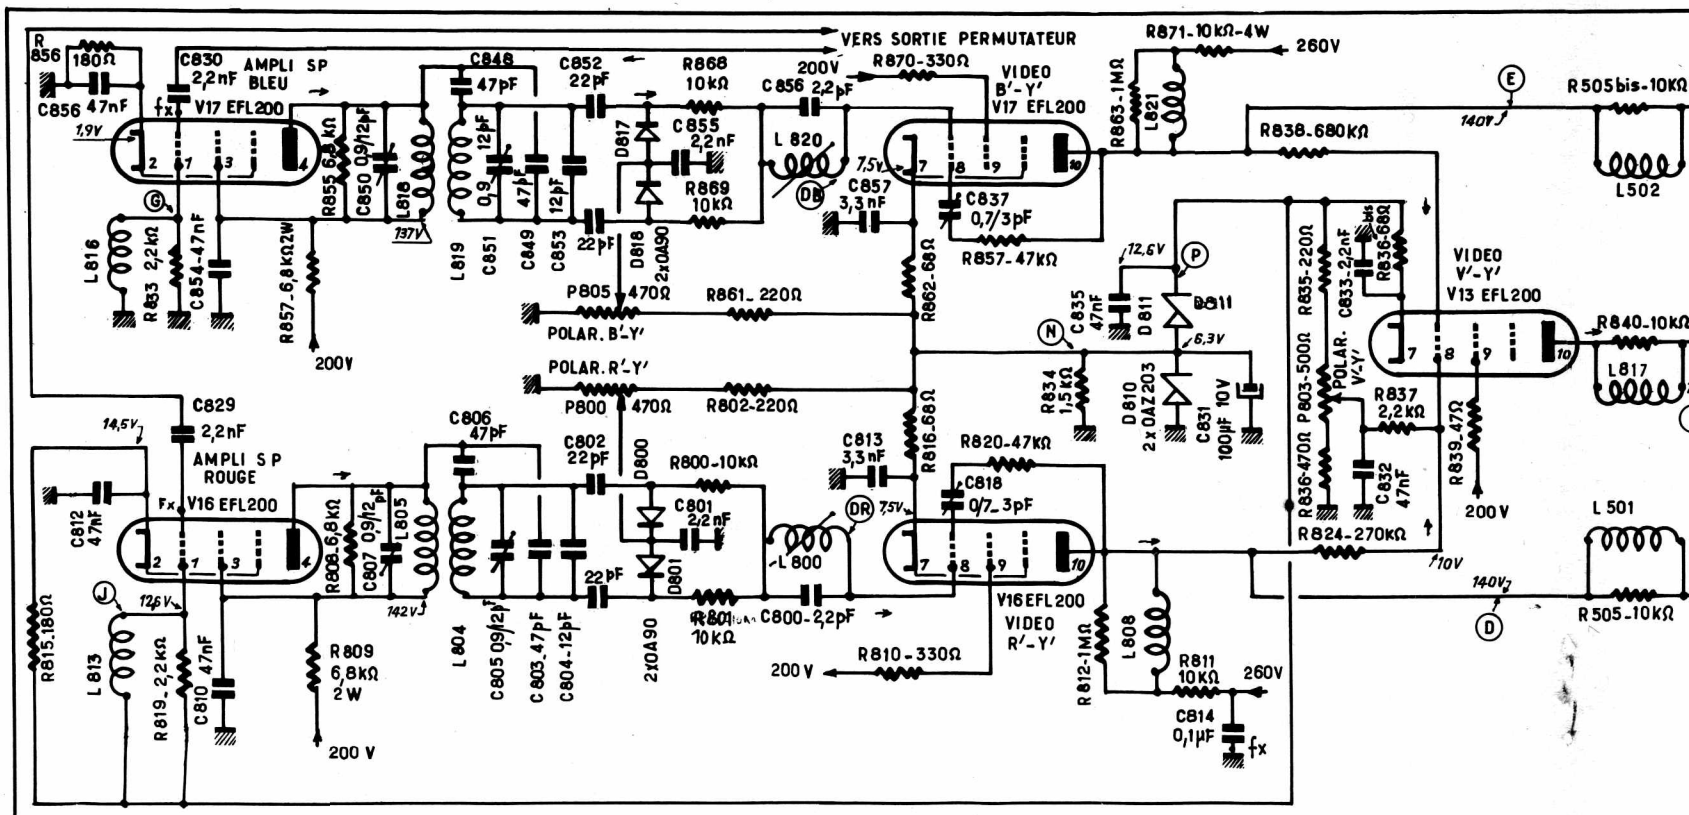

FIG. 16
7-1 : Observer les signaux aux points VR et VD. Ces points sont les entrées, « retardée » et « actuelle » (ou directe) du permutateur. On peut retrouver ces points sur la figure 16. VD est relié à la diode D 805 et VR à la diode D 802.
Il s'agit des diodes D 802 et D 803 (voir figure 16). On vérifie des diodes en mesurant leur résistance directe et leur résistance inverse, la première doit être très
Comme le signal retardé existe, on peut être assuré que les bobines mentionnées, du circuit de sortie de V12, sont bonnes, donc il ne reste qu'à vérifier le condensateur de 100 µF (C 821) et éventuellement, la résistance de 220 ohms. Ensuite, (voir figure 16) on reviendra à l'examen du permutateur et on examinera les deux diodes reliées au point d'entrée du signal direct, le point VD, ces diodes étant D 805 et D 804. On les examinera de la même manière que celle indiquée plus haut au sujet des diodes D 802 et D 803.
Ceci est dû à un niveau du signal VF différence R-Y incorrect. On pourra corriger ce niveau en réglant P 809, qui se trouve dans le circuit limiteur disposé à la sortie du permutateur (voir figure 16). On vérifiera ensuite le signal, au point D, qui est la plaque de la lampe VF chrominance de la voie rouge (voir figure 18). Vérifier ensuite le signal au point DR, qui est la grille de cette même lampe V16 (L) et que l'on peut repérer sur la même figure 18.
14-5 et 14-6 : Si aucun signal n'apparaît en J (grille de l'amplificatrice V16 (F), de la voie rouge) vérifier D 806 et D 807, R 829 et P 809. Vérifier ensuite, si nécessaire, C 829. Les diodes D 806 et D 807 (voir figure 16) sont disposées à la sortie signal rouge (point LR) du permuteur. Il va de soi, qu'elles peuvent empêcher le signal HF rouge de passer vers le point de sortie X7, si elles sont défectueuses ou débranchées ou mal alimentées.